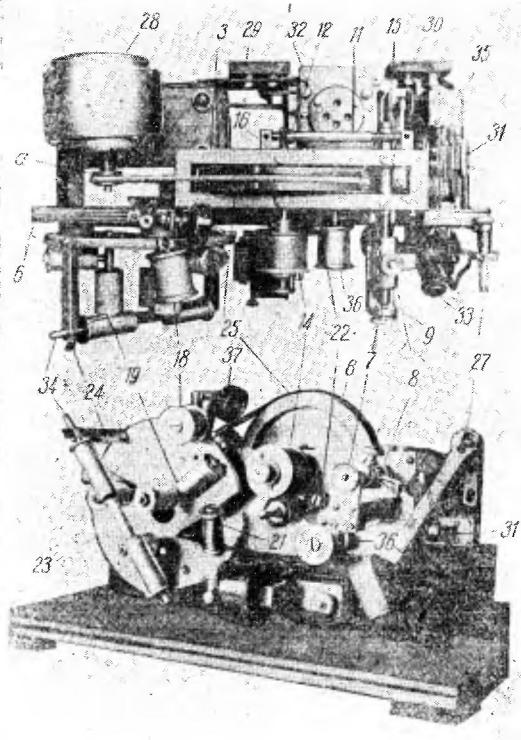

Рис. 4. Расположение деталей
10. Основание аппарата. Осиование изготавливается из 10-мм фанеры по размерам, указанным на рис. 4.